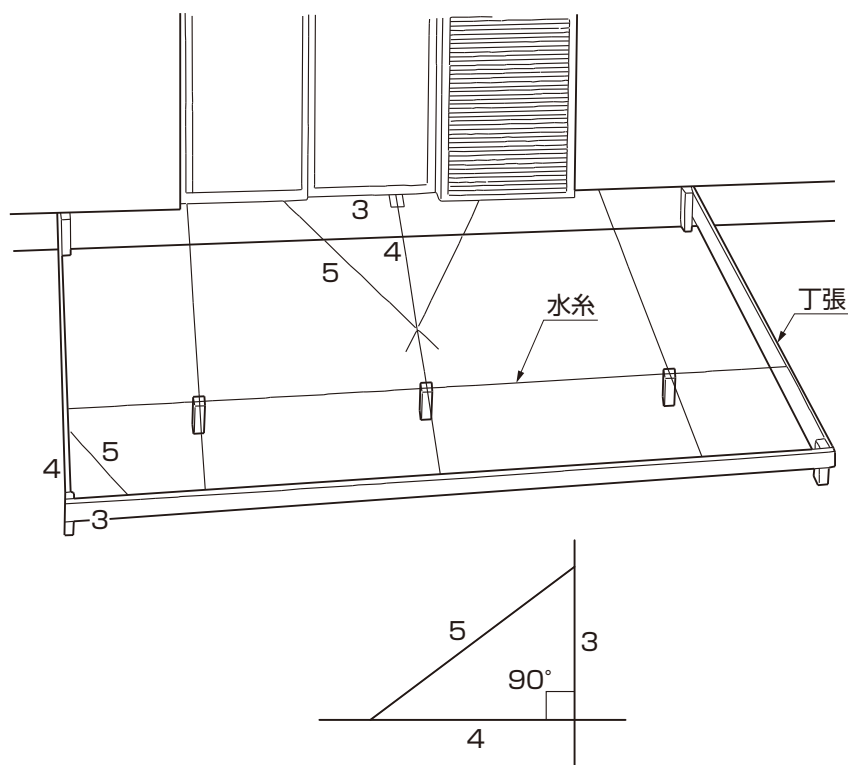
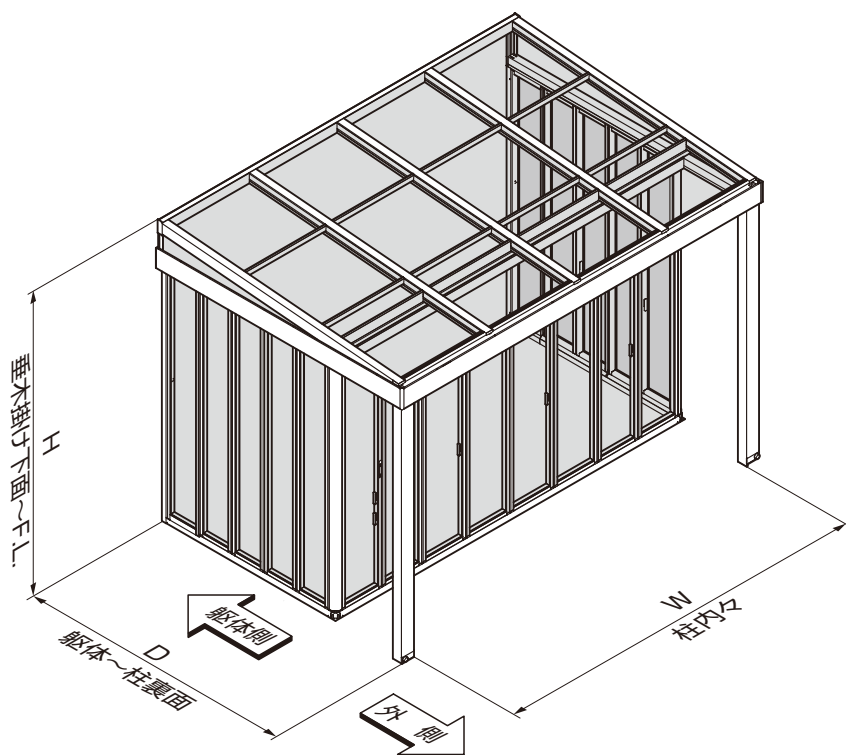

図8-1 直角出し寸法
図8-2
- ①「基本寸法と各部の名称(P.8)」を参照して本体の取付位置およびフロアの高さを決めてください。
- ②前面・両側面に丁張を組んでください。
- ③躯体に柱寸法の印をつけ、図8-1の方法で直角をだし、束柱の位置を出してください。
- ④束柱の位置から、両側の柱位置を決めてください。
- ⑤基準となる箇所の寸法を図8-2を参照し、必要部分の墨出しをしてください。
- 各コーナーの直角を定規、図8-1の方法等で割り出してください。